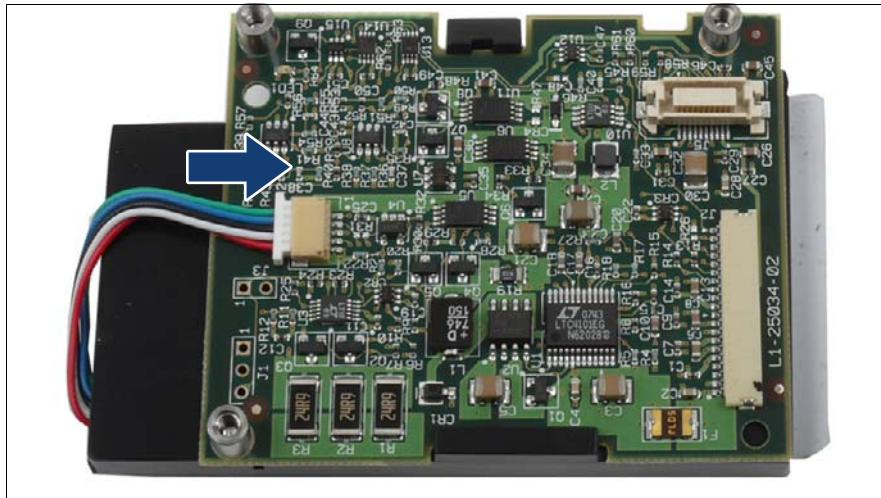

図 71: ケーブルをバッテリーからボードに接続する
- iBBU07 の場合は、バッテリーからのケーブルをボードに接続します（101 ページ の図 71 を参照）。